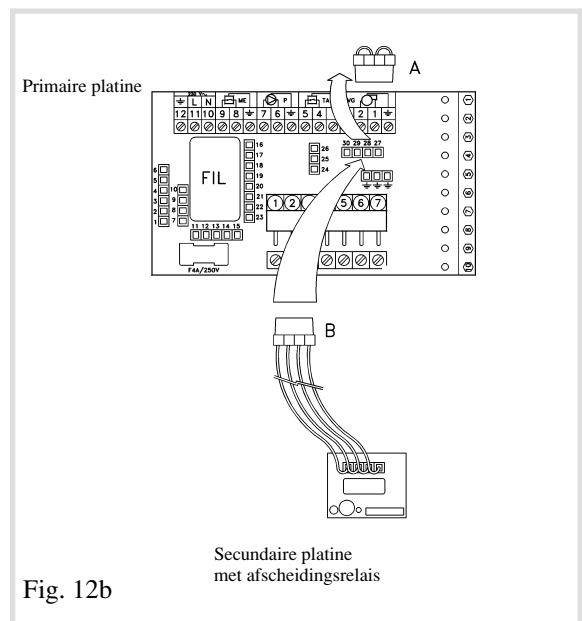

Fig. 12b
- de klemmenstrook A van de primaire platine uitschakelen om er de klemmenstrook B op aan te sluiten (Fig . 12b)